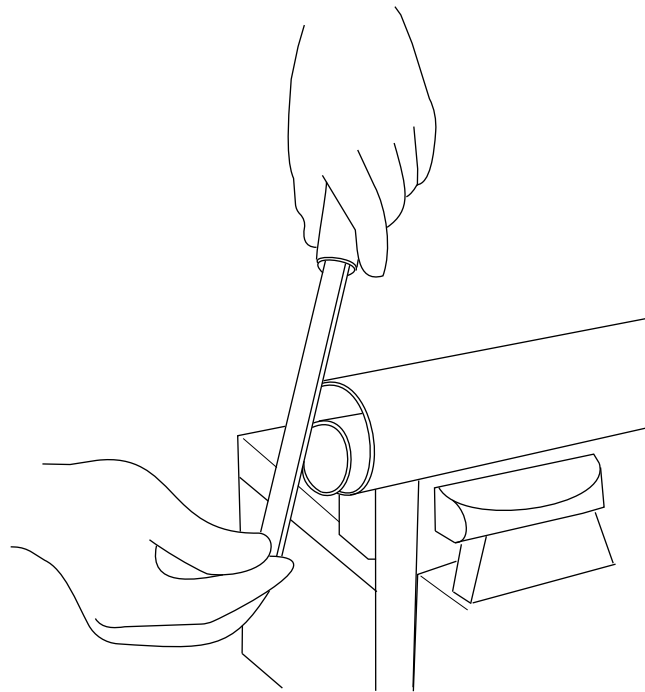

Figura 14
eje primario de la caja de engranajes están más distantes entre sí (Figura 14).
11. Sujete las secciones del árbol de transmisión en paralelo, y compruebe que se solapan 150 mm (6") o más (Figura 14).